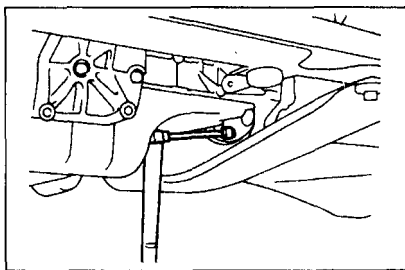

Рис. 6-15.
- ▼ Установите гидротрансформатор на приводной диск (рис. 6-15). После установки несколько раз проверните коленвал и убедитесь в плавности вращения.